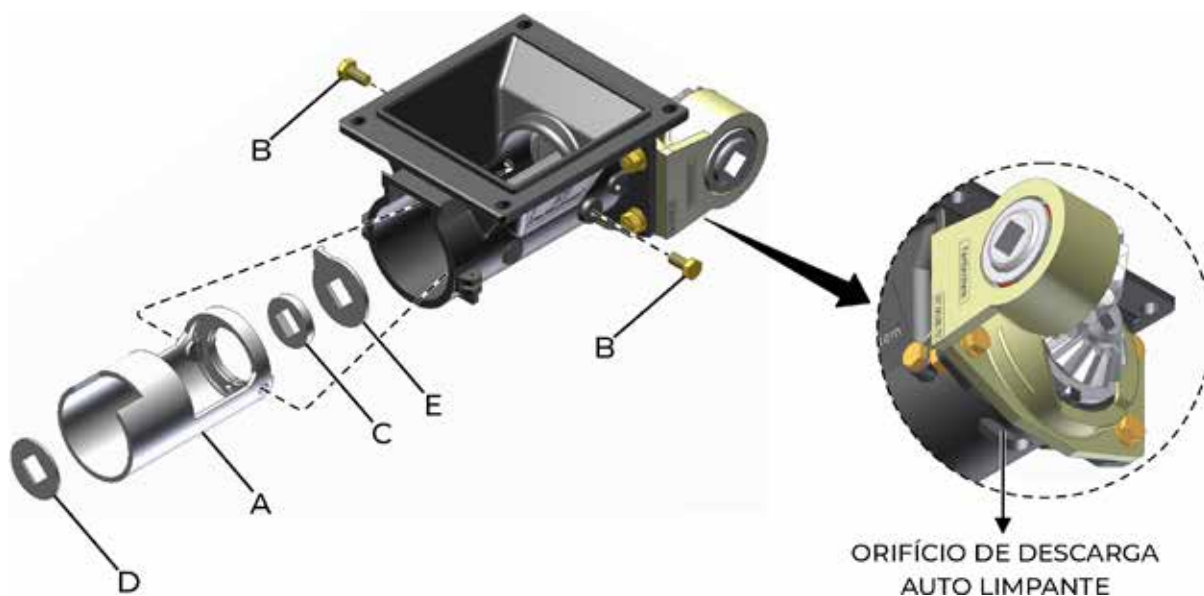

fig. 47
Ao final da safra, verifique o revestimento (A) (fig. 47). Se o mesmo apresentar desgaste excessivo, substitua-o, afrouxando e retirando os parafusos (B). Verifique se há desgaste também no feltro (C), arruela (D) e na arruela de limpeza (E). O desgaste excessivo é verificado quando ocorrer a saída de adubo em grande quantidade pelo orifício de descarga auto limpante, localizado na face inferior do corpo.